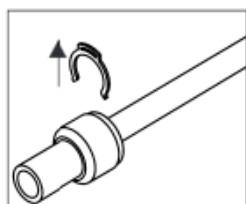

Fig. 1
1. Scoateți siguranța de plastic din conector (fig.1)
1. Scoateți siguranța din conector (fig.1)